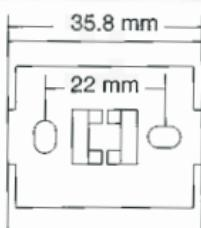

fig. 1
- de pared con caja de plástico en el equipamiento base (fig. 1)